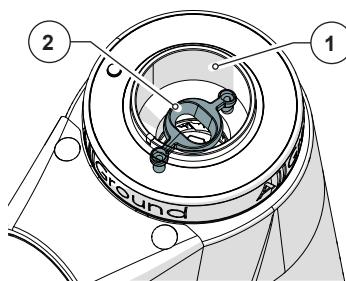

Abb. 4
- Abdeckung/Eindringschutz auf herausnehmbarer Kammer (Abb. 4)**